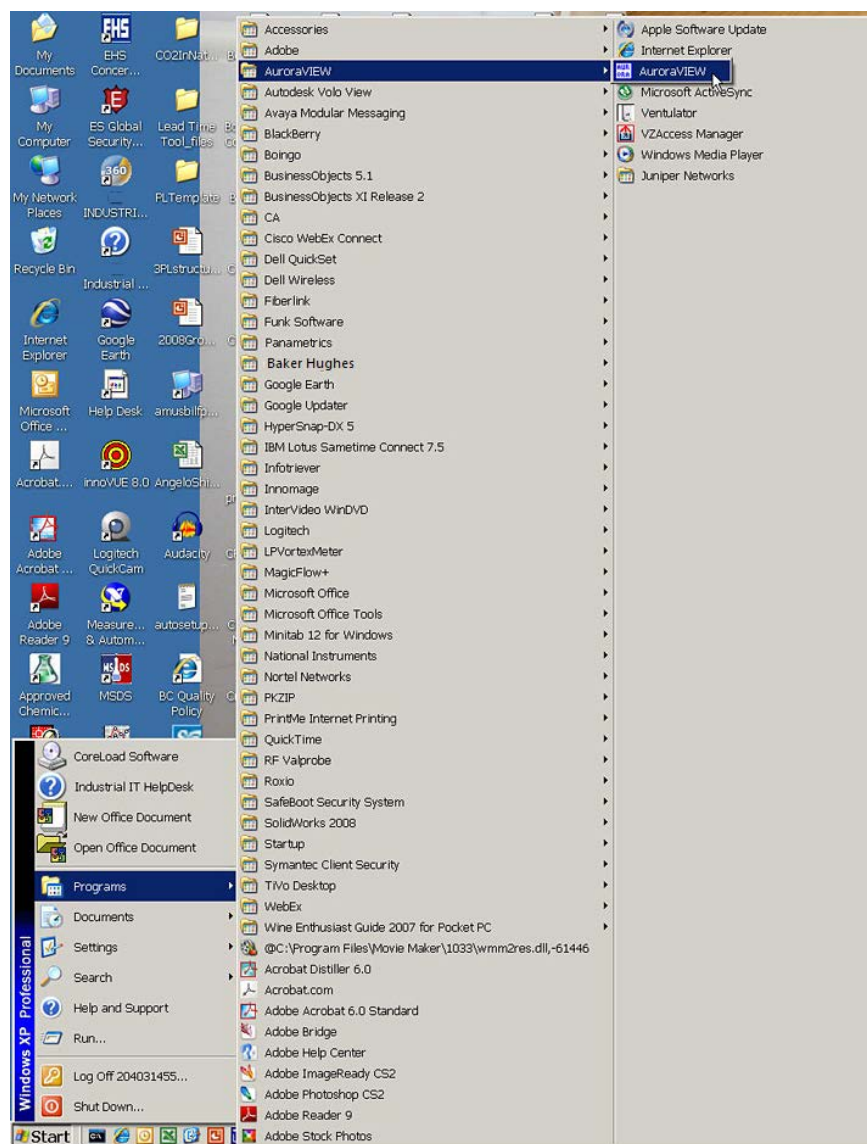

図 28 : AuroraView プログラムメニュー
1. Start メニューから、Programs→AuroraView→AuroraView の順にクリックします（下の図 28 を参照）。